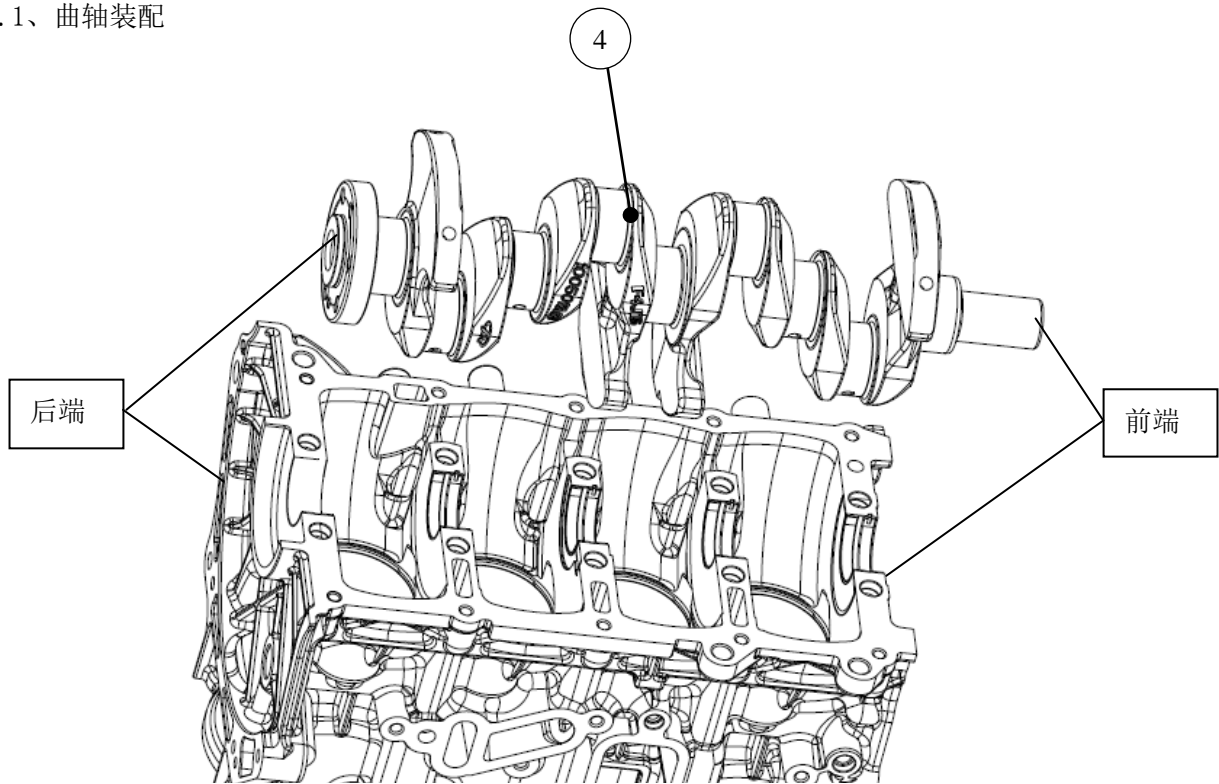

图 C-17 曲轴的装配
- 1)、将曲轴④放在上缸体上，各主轴颈及连杆颈对应落入各轴承座，如图 C-17；